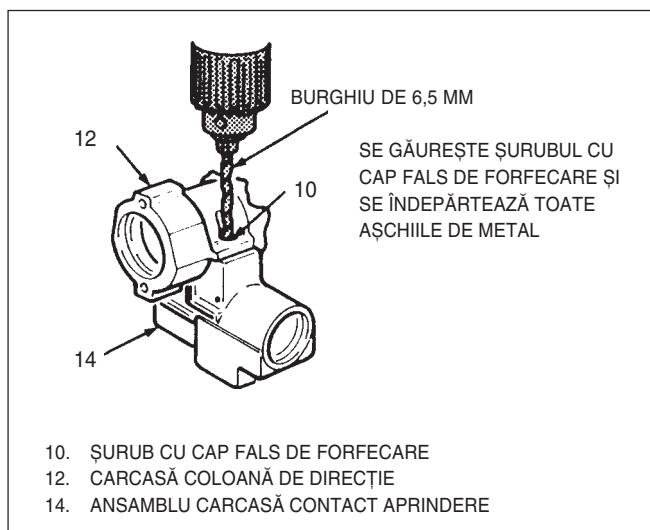

Fig. 14 Demontare șurub cu cap fals de forfecare
- 6) Ansamblul carcasă comutator semnalizare direcție (7).
- 7) Se apasă bucșa de fixare arc (4) și se comprimă arcul (5) al rulmentului superior.
- 8) Siguranța inelară (3), bucșa de fixare arc (4), arcul (5) al rulmentului superior, scaunul (8) al cămașii interioare și cămașa interioară (9).
- 10) Se introduce o șurubelniță cu cap cruce în orificiul de formă pătrată din bucșa (18) de fixare arc, se apasă și se rotește spre stînga pentru a elibera bucșa (18) și arcul (17) al volanului.
- 11) Bucșa (18) de fixare arc și arcul reglabil (17).
- 12) Cele două bolțuri pivotante (13).
- 14) Se trage de maneta de reglare pentru a elibera carcasa (12) a coloanei și se scoate aceasta din suportul (26) al carcasei.
- 15) Șuruburile cu cap fals de forfecare (10), șaibele lor (11) și carcasa (14) a contactului de aprindere din carcasa (12) a coloanei, după cum urmează:
- Se găuresc capetele șuruburilor cu cap fals de forfecare (10) mai adînc față de șaibele (11) cu un burghiu de 6,5 mm (Vezi Fig 14).
- Se separă șaibele (11) și carcasa (14) de carcasa (12) coloanei.
- Se scot capetele filetate ale șuruburilor cu cap fals de forfecare (10) din carcasa (14) cu un clește cu blocare.